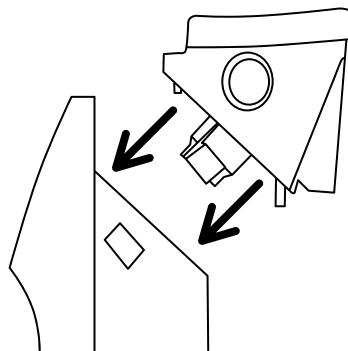

Рис. 4
- Вставьте разъём электроподключения («папа») на блоке управления в соответствующий разъём («мама») на конвекторе. Обратите внимание, что он может быть вставлен только в одном положении, когда специальная защелка находится справа. Убедитесь, что соединение надежно и разъём блока управления полностью закреплен в конвекторе. Если разъём вставлен до конца, то должен раздаться щелчок (рис. 4).